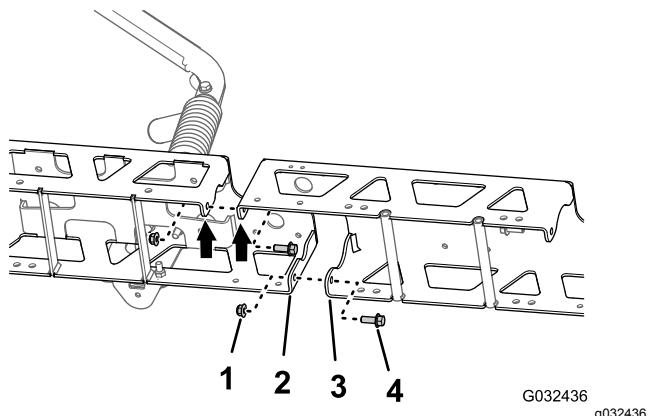

Figura 52
1. Alinhe os orifícios nas flanges verticais da extensão da rampa central com os orifícios na estrutura da armação (**Figura 52**).
2. Monte sem apertar a extensão da rampa central à estrutura da armação (**Figura 52**) com os 2 parafusos de cabeça flangeada (3/8 x 1 pol.) e as 2 porcas de bloqueio flangeadas (3/8 pol.) que retirou no passo 1 de **Separar as armações da secção de pulverização central (página 25)**.
3. Alinhe os orifícios nas flanges verticais da extensão da rampa central com os orifícios na outra estrutura da armação (**Figura 52**).
4. Monte sem apertar a extensão da rampa central à outra estrutura da armação (**Figura 52**) com os 2 parafusos de cabeça flangeada (3/8 x 1 pol.) e as 2 porcas de bloqueio flangeadas (3/8 pol.) do kit de acabamento de sistema de pulverização GeoLink (**Figura 52**).